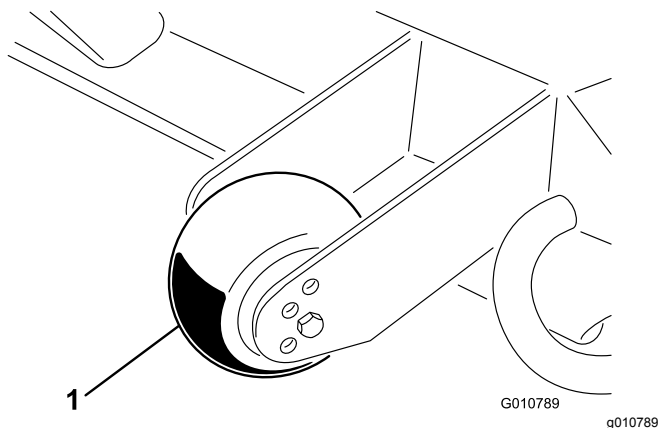

Figura 12
1. Retire o parafuso e a porca que fixam a roda guia aos suportes da unidade de corte (Figura 12).